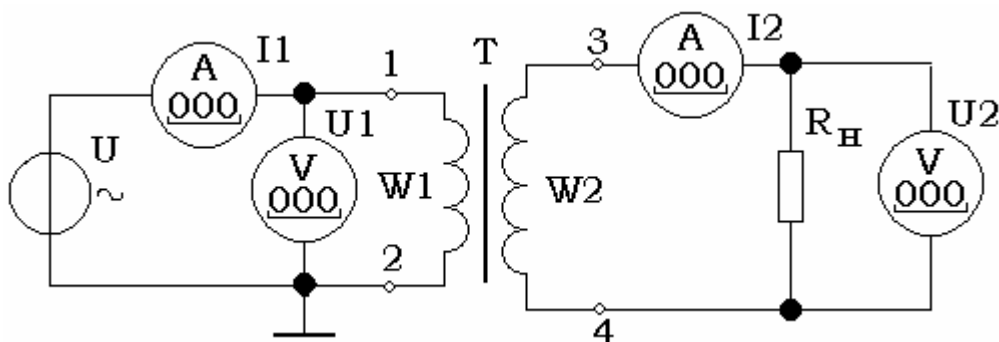

Рис. 13 - Трансформатор с нагрузкой
5. Исследуйте работу трансформатора под нагрузкой (рис. 13).